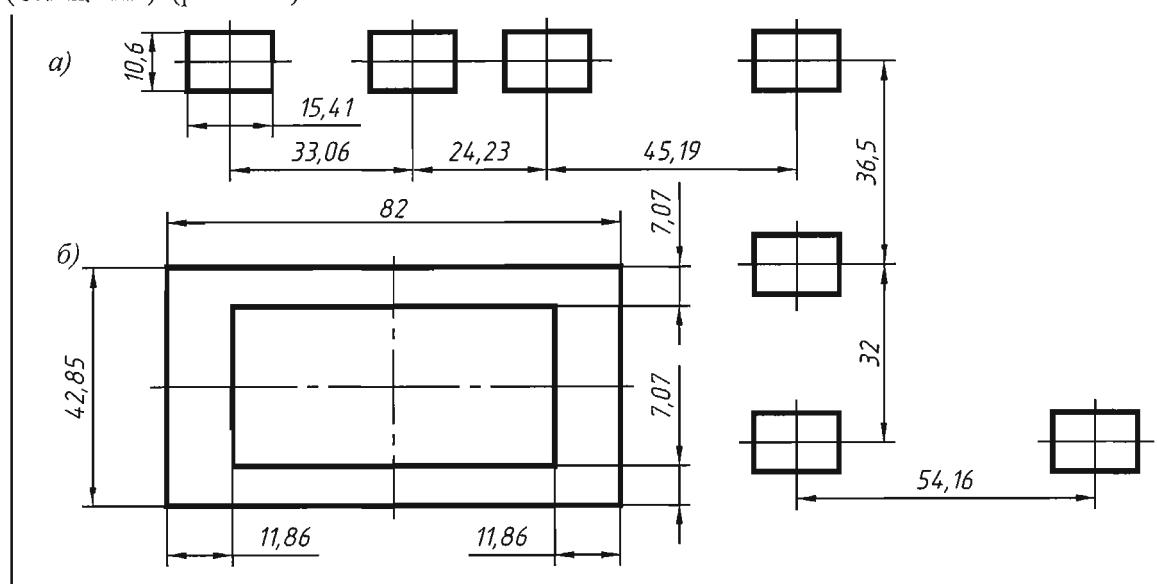

Рис. 10.2. Чертеж ко второму заданию
- 10.2.2. Начертить прямоугольники приставить размеры. В построениях использовать привязку **Snap From** (Смещение). (рис. 10.2).
Построение по рис. 10.2, л
Построение по рис. 10.2, б